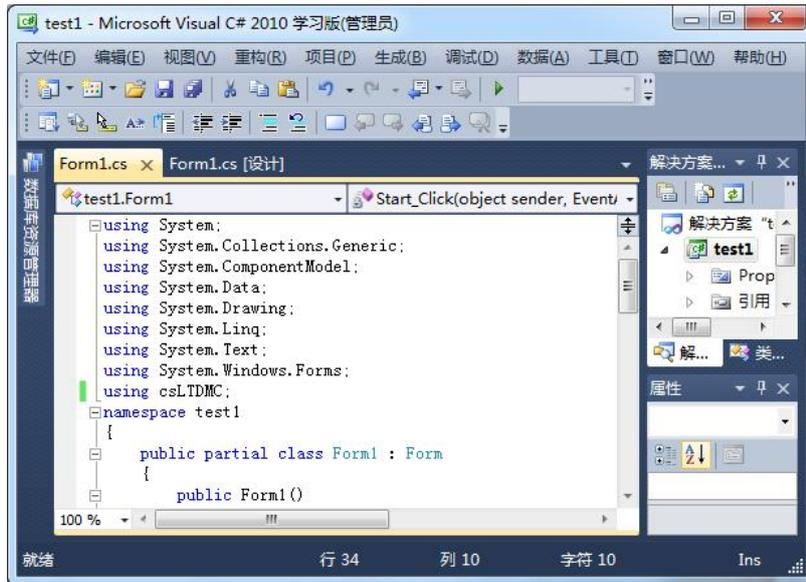

图 6.17 添加控制卡的命名空间
6) 在代码文件开头处添加控制卡的命名空间: using csLTDMC;如图 6.17 所示。